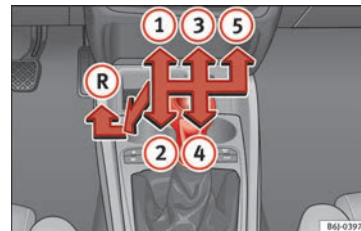

Abb. 28
Auf dem Schalthebel sind die Positionen der einzelnen Fahrgänge dargestellt » **Abb. 28**.
- Schalthebel auf Leerlauf stellen und nach unten drücken, ganz nach links und dann nach vorne schieben um den Rückwärtsgang » **Abb. 28** einzulegen. »